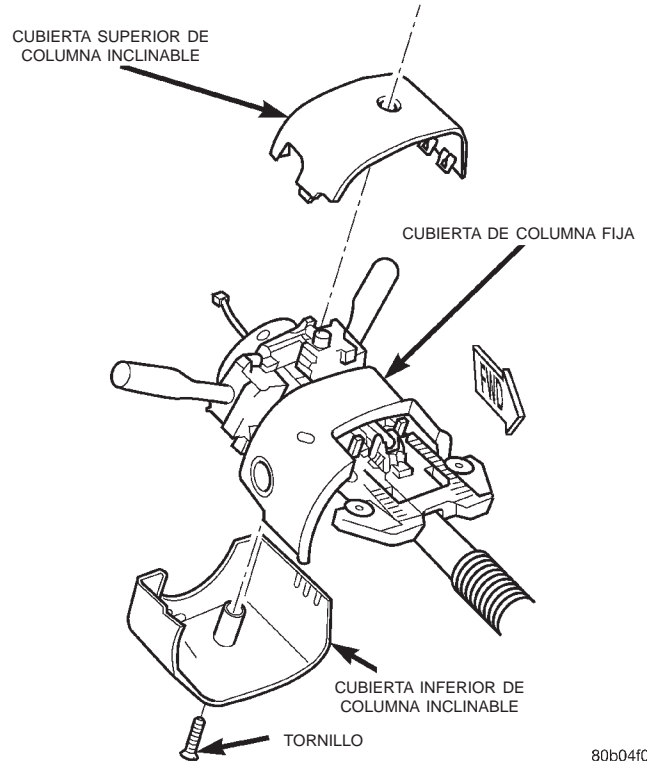

Fig. 15 Desmontaje e instalación de cubiertas de la columna de dirección
(6) Retire el tornillo que fija la cubierta inferior de la columna de dirección inclinable en el alojamiento de instalación del conmutador multifunción (Fig. 15).
(1) Mientras mantiene centrado el cubo del muelle de reloj y la caja sin moverse entre ellos, desplace el muelle de reloj hacia abajo sobre el eje superior de la columna de dirección.
(2) Alinee y asiente los tres pasadores en el cubo del muelle de reloj con los tres orificios en el cubo de la leva de cancelación de señal de giro. Deberá tenerse en cuenta que cuando el muelle de reloj está correctamente centrado el pasador de más arriba en el cubo del muelle de reloj es un pasador oval, que solamente calzará en el orificio oval en el cubo de la leva de cancelación de señal de giro.
(3) Alinee y asiente el pasador y los dos orificios de instalación en la caja del muelle de reloj con sus respectivos orificios en el alojamiento de instalación del conmutador multifunción.
(4) Instale y apriete los dos tornillos de instalación del muelle de reloj. Apriete los tornillos con una torsión de 2,5 N·m (22 lbs. pulg.).
(5) Conecte nuevamente los dos conectores del mazo de cables del tablero de instrumentos en los receptáculos del conector del muelle de reloj inferior.
(6) Emplace la cubierta inferior de la columna de dirección inclinable en la columna de dirección (Fig. 15). Instale y apriete el tornillo que fija la cubierta al alojamiento de instalación del conmutador multifunción. Apriete el tornillo con una torsión de 1,9 N·m (17 lbs. pulg.).
(7) Emplace la cubierta inferior de la columna de dirección inclinable en la columna de dirección con el botón del conmutador de advertencia de emergencia insertado a través del orificio en la superficie superior de la cubierta. Alinee la cubierta superior de la columna de dirección inclinable en la cubierta inferior y una ambas mitades.
(8) Instale el volante de dirección en el eje superior de la columna de dirección. Asegúrese de hacer coincidir las estrías de alineación en el cubo de la armadura del volante de dirección con las estrías del eje. Haga pasar el mazo de cables del muelle de reloj a través del orificio entre los dos radios superiores de la armadura del volante de dirección.
(9) Instale y apriete la tuerca de instalación del volante de dirección y apriétela con una torsión de 47 N·m (420 lbs. pulg.). Asegúrese de no pinzar los mazos de cables entre el volante de dirección y la tuerca.
(10) Vuelva a conectar el conector de mazo de cables del volante de dirección en el receptáculo de conector superior del muelle de reloj, que está situado entre los dos radios superiores de la armadura, dentro de la cavidad del cubo del volante de dirección.
(11) Instale el módulo de airbag del lado del conductor en el volante de dirección. Para informarse sobre el procedimiento, consulte **Módulo de airbag del lado del conductor** en la sección Desmontaje e instalación de este grupo.